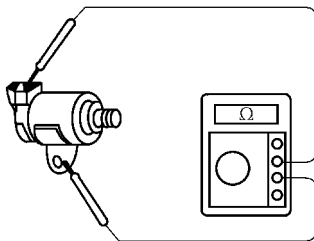

图 6-12 测试电磁阀电阻
(1) 静态检查 将点火开关置 OFF 位置时，如图 6-12 所示，用万用表的红表笔与电磁阀的 1P 插针相连，黑表笔与电磁阀搭铁来测量其电阻值。